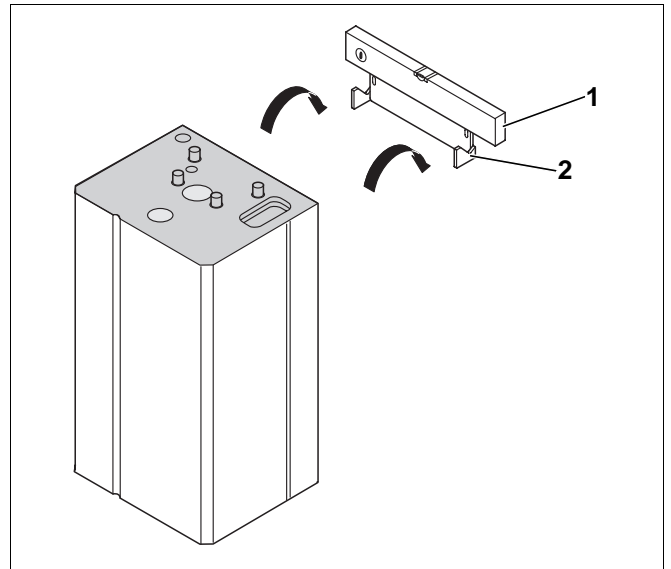

Abb. 6 Aufhängung (Anschluss oben)
- Speicherbehälter entsprechend Anschluss oben/unten mit den beiden Ausbrüchen in die Haken der Aufhängkonsole einhängen (Abb. 6).
Legende für Abb. 6: